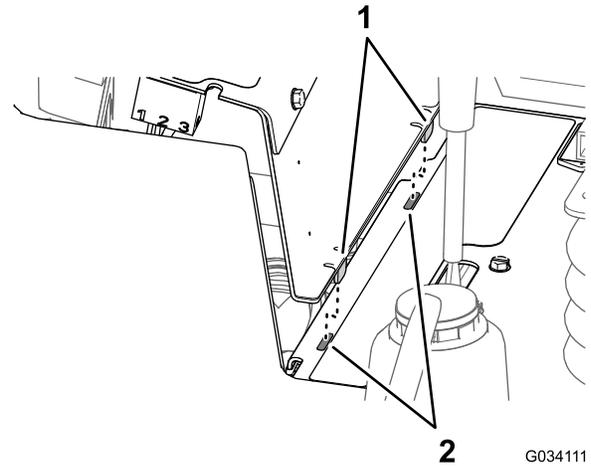

Bild 58
2. Richten Sie die zwei Laschen an der Unterseite der Seitenwand mit den beiden Schlitten im Rahmen der Konsole aus (Bild 58).